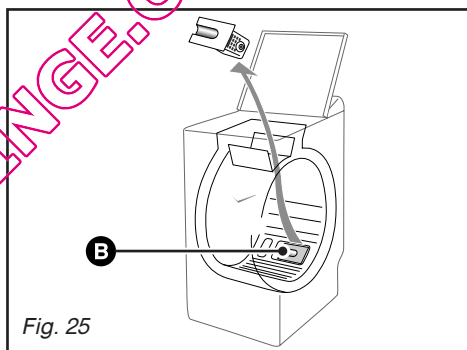

Fig. 25
Par les ouvertures laissées libres par le retrait de la pièce **A**, vous avez accès au filtre de pompe **B** (Fig. 25)
– retirez-le de son logement (Fig. 25)